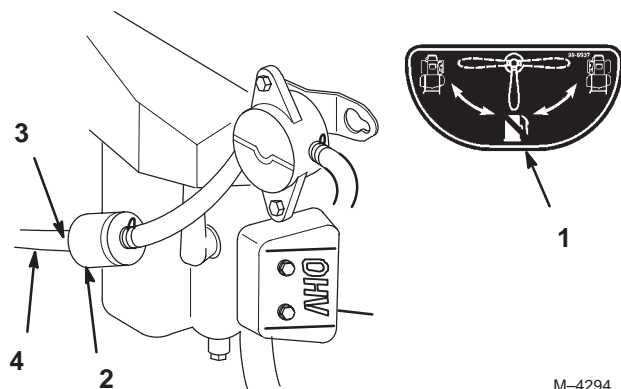

Figure 44
5. Posez un filtre neuf et rapprochez les colliers de fixation du filtre (Fig. 44).
2. Fermez le robinet d'arrivée de carburant (Fig. 44).
3. Desserrez le collier de serrage au niveau du filtre à carburant et repoussez-le le long de la conduite d'alimentation pour l'éloigner du filtre (Fig. 44).
4. Débranchez la conduite d'alimentation du filtre (Fig. 44).
- Ouvrez le robinet d'arrivée de carburant des réservoirs gauche et droit, et laissez le carburant s'écouler dans un bidon ou un bac de vidange. (Fig. 44).
- Raccordez la conduite d'alimentation au filtre. Rapprochez le collier de serrage du filtre pour fixer la conduite d'alimentation (Fig. 44).